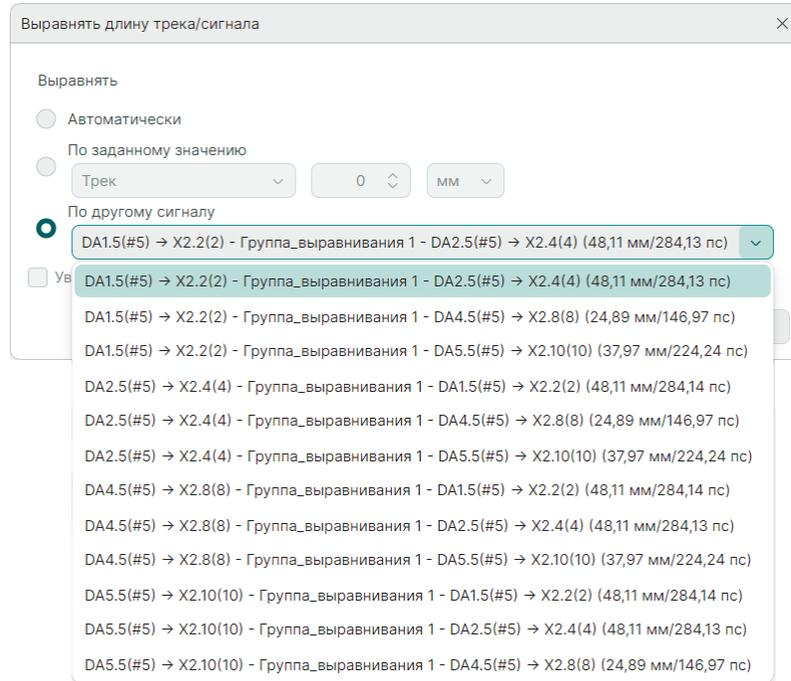

Рис. 387 Выбор сигнала для выравнивания
4. Установите флаг в чек-бок «По другому сигналу», выберите сигнал для выравнивания и нажмите кнопку «ОК», см. Рис. 387.